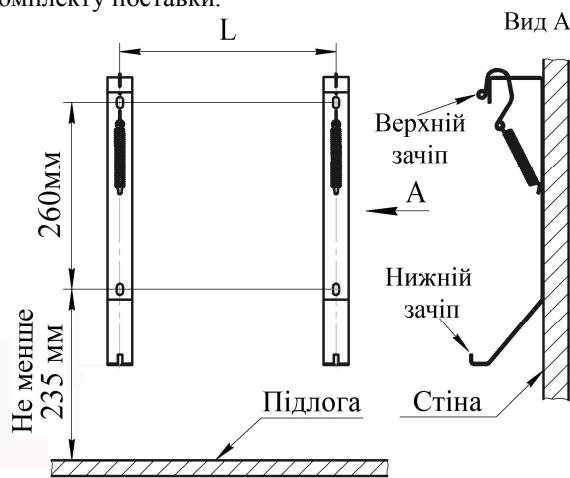

Рис.2 Монтаж кронштейнів для стаціонарного встановлення конвектора
5.1.4 Для стаціонарної установки конвектора зробіть на стіні розмітку під кріпильні отвори (див. рис.2, табл.2) і закріпіть кронштейни для установки конвектора будь-яким доступним способом (наприклад, за допомогою дюбелів і шурупів, забезпечивши надійне кріплення конвектора на протязі всього строку експлуатації й дотримуючись мінімальних відстаней від поверхні конвектора до предметів навколишнього оточення, як показано на рис.3 (відстані дані в сантиметрах).